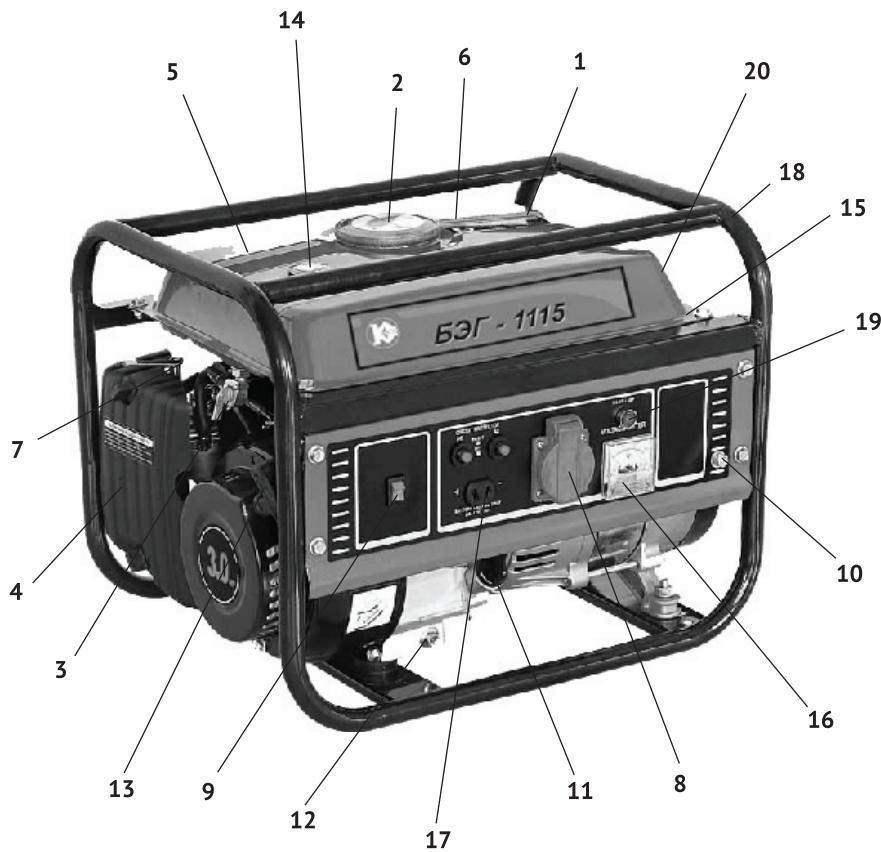

рис. 1
Коленчатый вал, приводимый во вращение возвратно-поступательными движениями поршня двигателя, передаёт крутящий момент на вал якоря генератора. Передача осуществляется через коническое сопряжение ротора генератора и вала двигателя. При этом образуется самоцентрирующаяся трёхпорная схема соединения. С обмоткой статора генератора напряжение подводится: через систему стабилизации на розетку переменного тока (рис.1 поз.8); через выпрямительный блок на розетку постоянного тока (рис.1 поз.17).
2.4 Общий вид бензогенератора представлен на рис.1
3.4 Двигатель и генератор закреплены на трубчатой раме (рис.1 поз.18) через амортизаторы, что снижает вибрацию аппарата и уменьшает уровень шума при работе. Все элементы бензогенератора имеют удобный доступ для обслуживания и ремонта.
Электрическая сеть подключения потребителей относится к системе с изолированной нейтралью, предусматривающей защитное заземление открытых токопроводящих частей корпуса. В зависимости от местных условий (состав грунта, его влажность и т.п.) изменяется качество заземления. Во всех случаях защитное заземление должно иметь сопротивление не более 4-х Ом. Во время работы бензогенератора его клемма заземления (рис.1 поз.10) должна быть подсоединенена к заземлителю. Практически это требование может быть реализовано следующими способами:
Выкрутите пробку-щуп из маслозаливной горловины (рис.1 поз.11) и залейте в картер масло необходимой марки до нижнего края горловины. Вставьте сухой чистый щуп в горловину картера и выньте его. Проверьте уровень масла: граница смоченной области щупа должна располагаться между отметками минимального и максимального уровней.
5.3.1 Отключить всех потребителей переменного и постоянного тока от генератора. Перевести автоматический выключатель (рис.1 поз.15) в положение «ВЫКЛ.».
- перевести выключатель зажигания (рис.1 поз.9) в положение «ВКЛ.»;
- открыть топливный кран (рис.1 поз.3);
- перевести рычаг управления воздушной заслонкой (рис.1 поз.7) в крайнее левое положение «закрыто» при пуске холодного двигателя (для прогретого двигателя рычаг устанавливается в промежуточном положении);
- резко, с усилием потяните рукоятку стартёра (рис.1 поз.13) до упора, повторите действие ещё раз, если двигатель не завёлся.
После прогрева двигателя в течение 10-40 секунд (в зависимости от начальной температуры), перевести рычаг воздушной заслонки (рис.1 поз.7) в крайнее правое положение «открыто».
- перевести выключатель зажигания (рис.1 поз.9) в положение «ВыКЛ.»;
- закрыть топливный кран (рис.1 поз.3).
- наличие и величина напряжения переменного тока измеряется вольтметром (рис.1 поз.16);